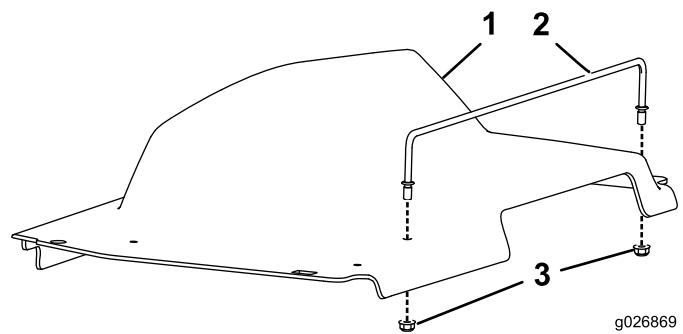

Figura 11
- Montate una guida della protezione su ciascuna copertura (Figura 11).